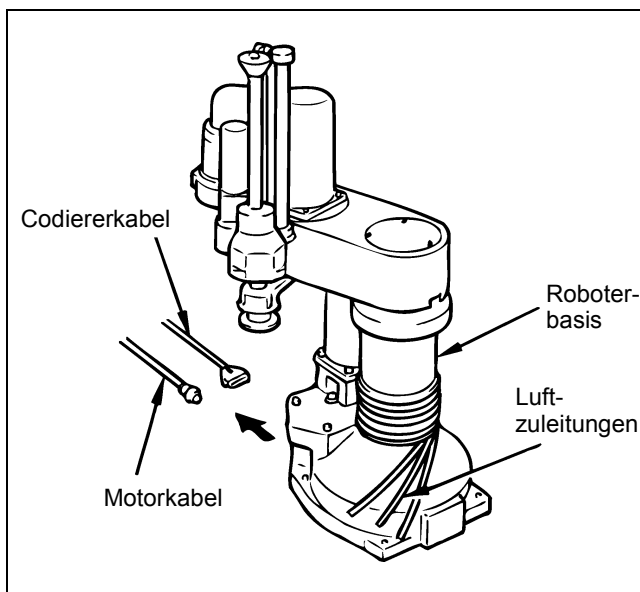

Abbildung 2-3 Anordnen der Luftschläuche
- (1) Ziehen Sie das Motorkabel und das Codiererkabel von der Haupteinheit des Roboters ab.
- (2) Wickeln Sie die Luftschläuche um den Robotersockel (siehe Abbildung 2-3).